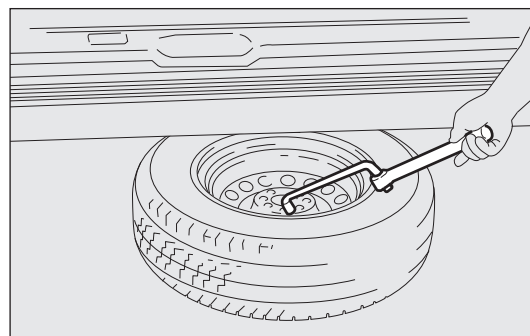

fig. 163
- ☐ utiliser la clé de démontage des roues pour entraîner la roue hors du véhicule fig. 163;